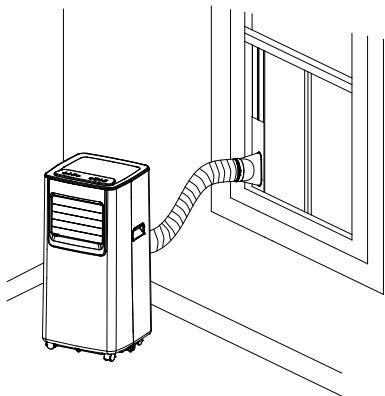
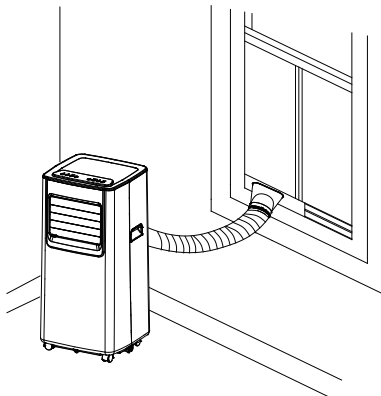

Fig.2
Fig.3
B) Allungare il tubo di espulsione dell'aria e collegarlo alla flangia del distanziale del kit finestra come mostrato in Fig.2 e Fig.3